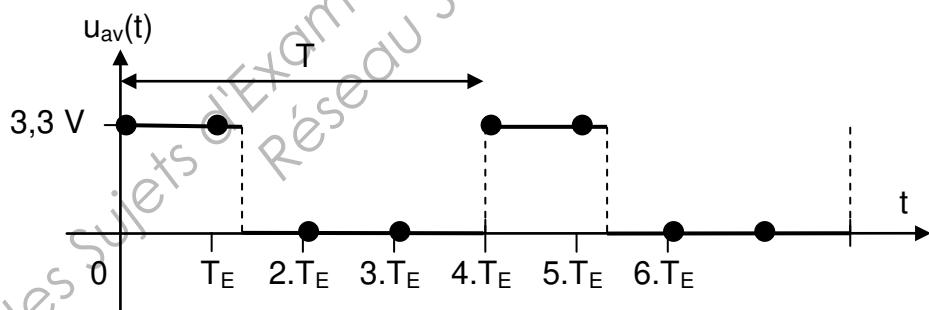

FIGURE 10
On a tracé sur la figure 10 le signal échantillonné à la fréquence F_E dans le cas d'un déplacement en AV.
D.2.1.1 En s'appuyant sur le figure 10, donner la relation entre la fréquence d'échantillonnage F_E et la fréquence $F = 1/T$.